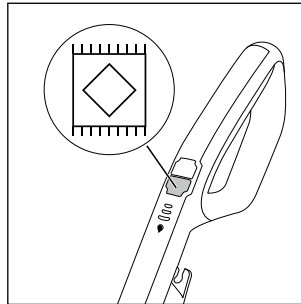

Abb. 17
- ◆ Um das Gerät einzuschalten, drücken Sie den Schalter Teppichboden  **13** (siehe Abb. 17). Die LED des Schalters Teppichboden  **13** leuchtet blau.
- ◆ Drücken Sie zum Ausschalten des Gerätes erneut den Schalter Teppichboden  **13** (s. Abb. 17).